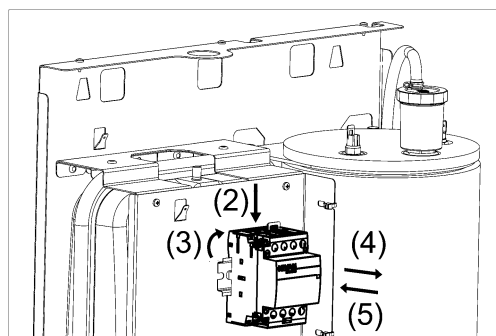

Рисунок 17. Замена электромагнитного контактора
- (1) Отсоедините провода подсоединённые к контактору (см. рис. 17);
- (2) Используя плоскую отвёртку выдвиньте “язычок” контактора;
- (3) Поверните контактор вверх на угол  $10 \div 15^\circ$ ;
- (4) Снимите контактор с DIN-рейки;
- (5) Установите новый контактор на DIN-рейку взамен прежнему;
- (6) Подсоедините к контактору провода в соответствии со схемами приведёнными в Приложении В.